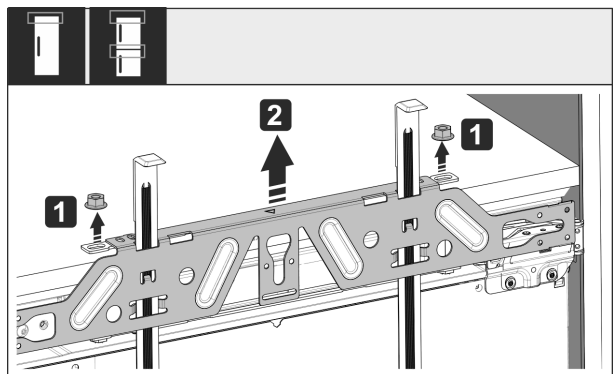

Fig. 51
- Svitare i controdi Fig. 51 (1).
- Togliere la traversa di fissaggio Fig. 51 (2).